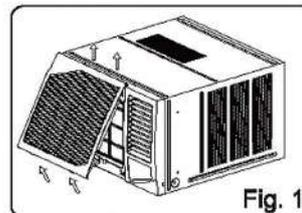

Fig. 1
2. Sostenga la ranura debajo del panel frontal, luego levántela hacia afuera y retire el panel frontal (consulte la Fig. 1).
2. Presione tanto el borde lateral como el inferior del marco y asegúrelo con los dos tornillos en la parte inferior del marco. (Ver Fig. 1 O) Paso B: Instale el filtro de aire y el panel frontal.